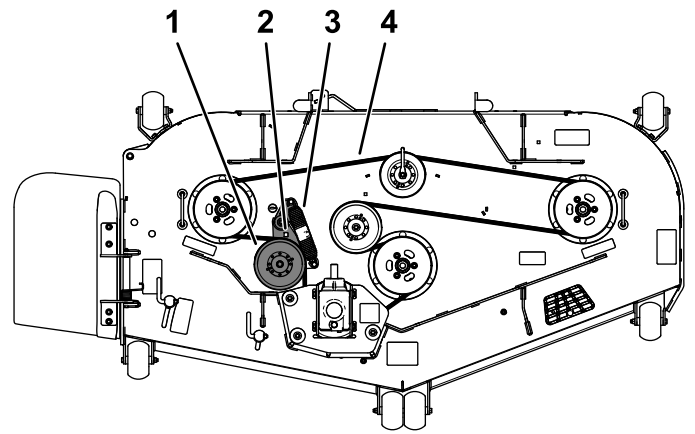

Figure 59
8. Veillez à engager les extrémités du ressort dans les rainures d'ancrage, puis insérez le rochet dans le trou carré et chaussez la courroie sur la poulie de tension (Figure 59).
5. Insérez un rochet dans le trou carré du bras de la poulie de tension pour détendre le ressort de la poulie (Figure 59).
7. Installez la nouvelle courroie sur les poulies (Figure 59).